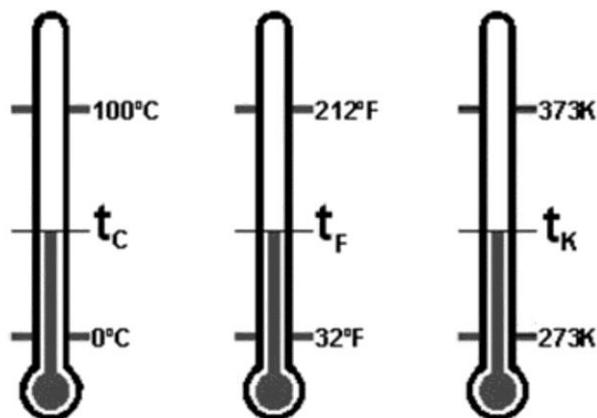

Figura 2.6–Escala termométricas para medição de temperatura.
Os mais comuns são os termômetros de coluna, os termopares e as termoresistências. Diversas escalas de temperatura são encontradas, tais como: Kelvin (K), Celsius (C), Fahrenheit (F) e Rankine (R). Podemos converter F para C utilizando a seguinte regra de conversão: Graus Celsius =  $0,55 \times (\text{Graus Fahrenheit} - 32)$ . Por exemplo: 75 Graus Fahrenheit são iguais a 23,8 Graus Celsius. Já para converter Graus Celsius para Kelvin devemos somar 273,15 a temperatura em Graus Celsius. Na Figura 2.6 é possível visualizar a relação entre estas escalas.